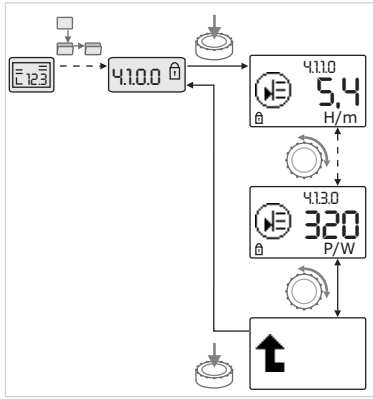

Fig. 4.2: Hente frem informasjon
- Ved å dreie på betjeningsknappen aktiveres menyelementer av typen "Informasjon" i den aktuelle undermenyen (se fig. 4.2). For forklaringer til innstillingene som vises med symbolene, se tabellen i kapittel 8.7 «Referanse menyelementer» på side 35.